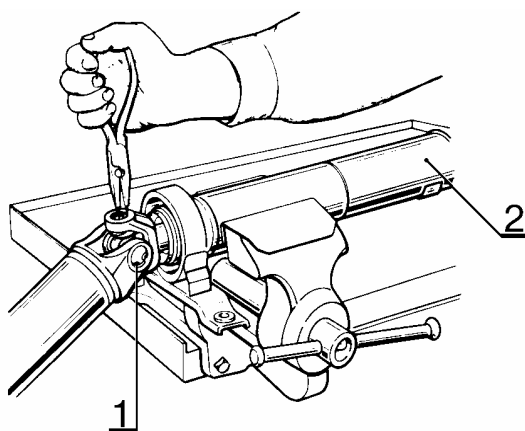

Рис.9. Снятие стопорных колец подшипников крестовины:
- обстучать корпуса подшипников крестовины и снять стопорные кольца 1, рис.9 (молоток, круглогубцы с удлиненными губками, оправка стальная технологическая диаметром 16...21 мм и длиной 120...130 мм).